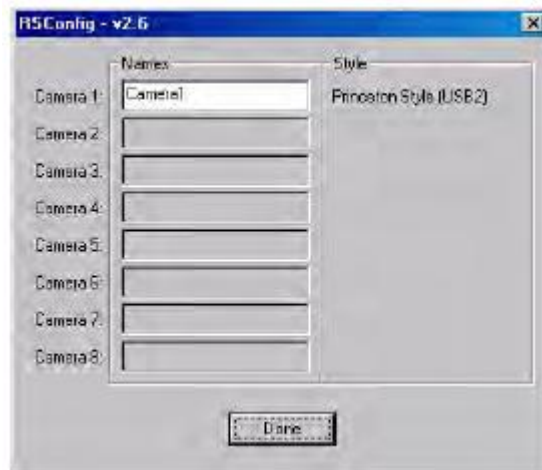

图 12 RSConfig 对话框
- 4、当出现 RSConfig 对话框（图 12）时，您可以将相机名改为一个比较特别的名字或保留预设的相机名“Camera1”。当完成此操作后，点击 **Done** 按钮。